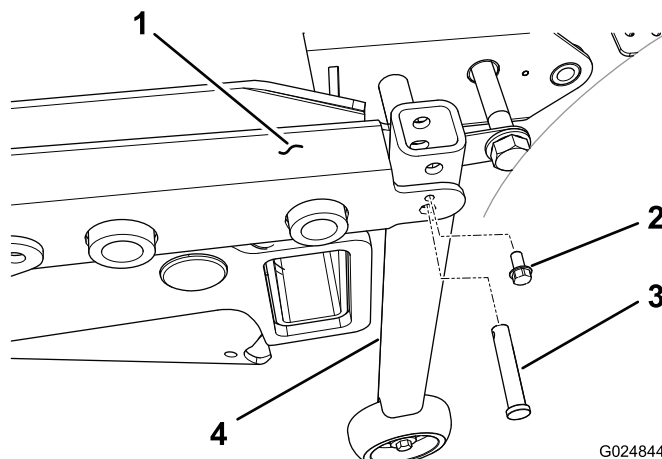

Figura 95
6. En unidades de tracción con número de serie anterior al 312999999, monte un tubo de soporte vertical en cada esquina trasera del bastidor de la carcasa, con un pasador de horquilla y un tornillo autorroscante ($\frac{1}{4}$ ") (Figura 95)